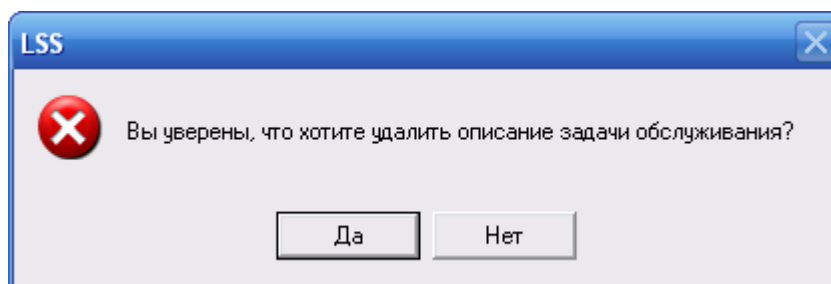

Рис. 2-85
2. Подтвердите удаление задачи обслуживания зоны (рис. 2-85).